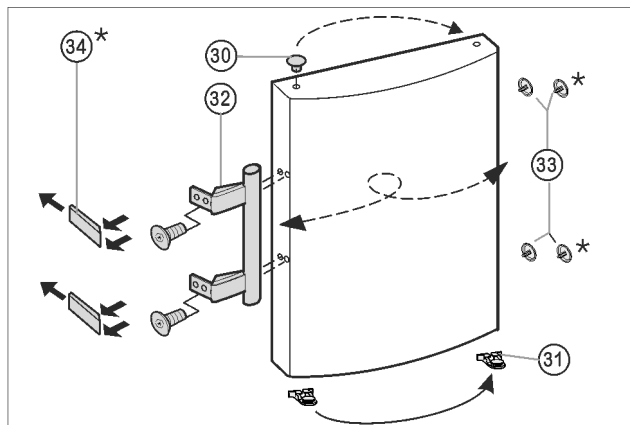

Fig. 7
- ▶ Zátky Fig. 7 (33) vyjměte z pouzdra ložisek dvířek a přemístěte je.
- ▶ Madlo dveří Fig. 7 (32), zátky Fig. 7 (33) a krycí destičky* Fig. 7 (34) odmontujte a přemontujte na protější stranu.